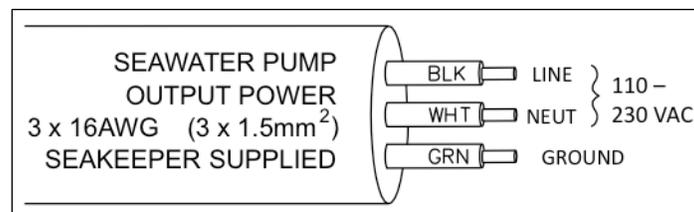
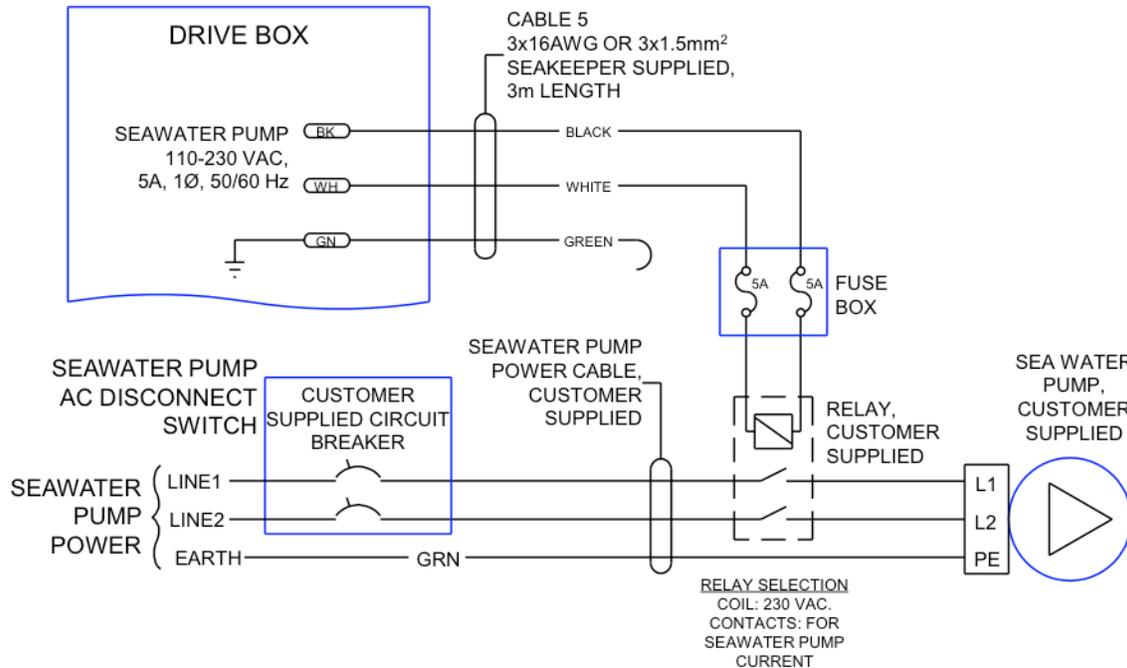

FIGURE 4 – CÂBLE 5, SORTIE D'ALIMENTATION AC
FIGURE 6 – SCHÉMA DE CONNEXION RECOMMANDÉ POUR LES POMPES EAU DE MER NON-ADAPTÉES AU VOLTAGE D'ALIMENTATION AC
- ii. Connectez les connecteurs AC dans le CÂBLE 5 à travers une boîte à fusible (fournie par l'installateur) à la Pompe Eau de Mer de 5 Amp maximum (environ 1/3 cheval-vapeur ou 250 W) comme sur les Figures 4 et 5.
- ii. Le schéma de connexion recommandé est illustré en Figure 6. Voir la Figure 4 pour les connexions du Câble 5.